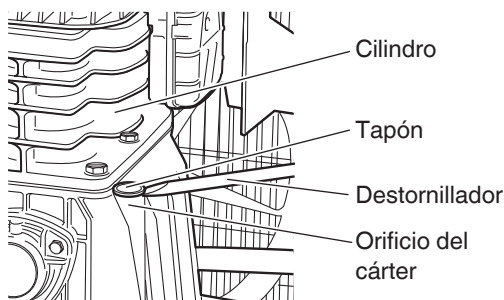

Fig. 2
- B) Usar un destornillador u otro instrumento similar para quitar el tapón de la parte inferior del cilindro. (Fig. 2)